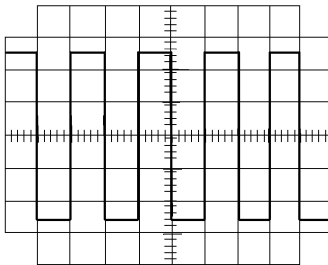

图 1-6 校准波形
(1) 接通电源, 电源指示灯亮, 预热, 屏幕中出现光迹, 调节旋钮, 使光迹居中, 亮度适中清晰。
(2) 接线。通过连接线将本机校准信号输入至垂直通道。
(3) 校准。接入本机校准信号, V/div 和 T/div 开关分别放在 0.2V/div 档位和 0.5ms/div 档位, 调节电平及微调旋钮, 使波形稳定, 调节 X 和 Y 方向移位, 方波垂直幅值占 5 格, 水平轴上占 2 格, 使波形如图 1-6 所示。